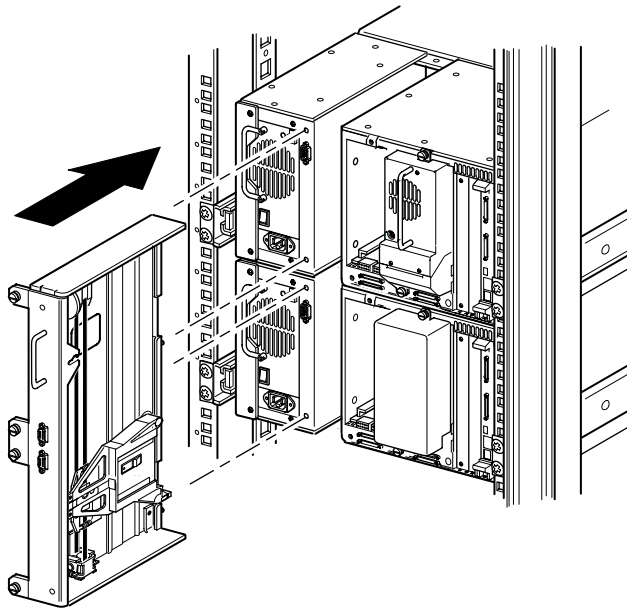

図2-9: PTMベースユニットのインストール
4. PTMベースユニットをインストールします (図2-9を参照)
1. PTMベース ユニットの裏から支えながら、ハンドルを持ちます（図2-9を参照）。